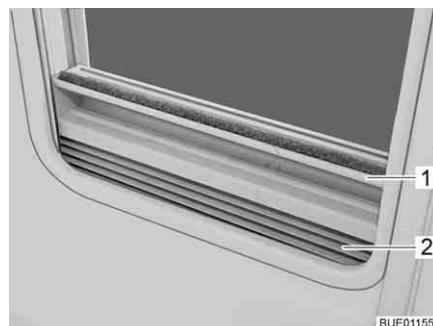

Fig. 30 Tendina oscurante pieghevole
*Chiusura:* ■ Afferrare la tendina oscurante pieghevole (Fig. 30,2) per la parte centrale della barra di presa (Fig. 30,1), tirarla dal basso verso all'alto e rilasciarla nella posizione desiderata. La tendina oscurante pieghevole rimane in questa posizione.